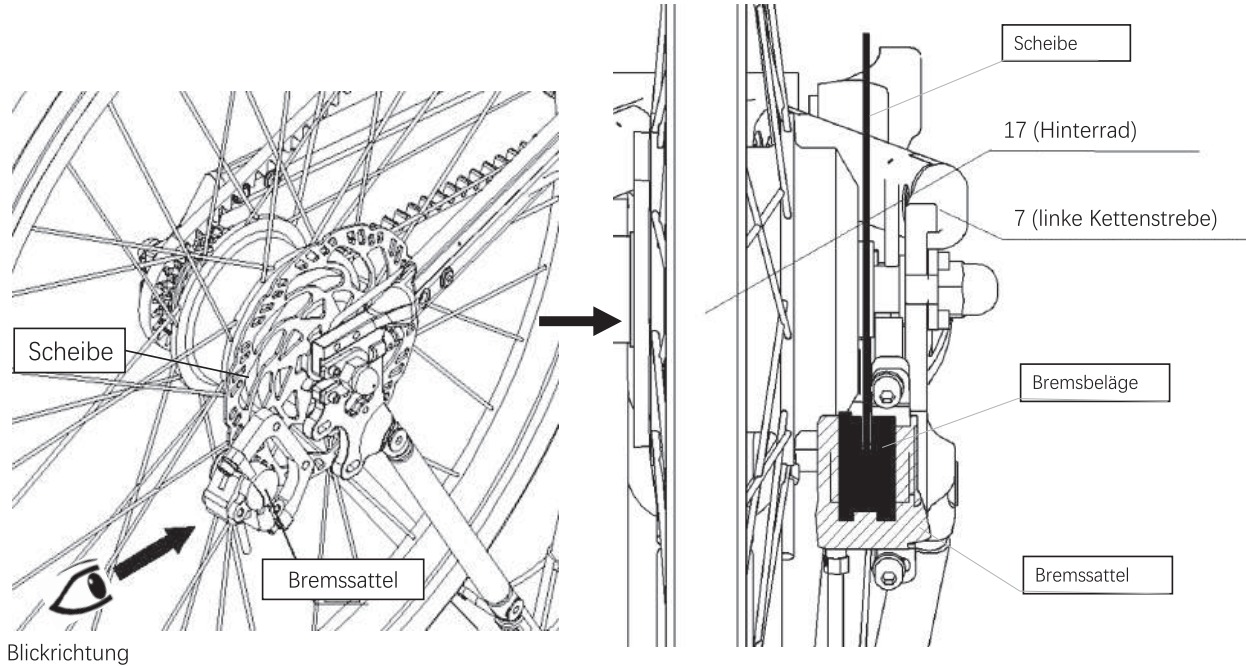

Abb. 39
c. Stellen Sie das Fahrrad so auf, dass Sie es von hinten sehen, und platzieren Sie den Bremssattel so, dass sich die Scheibe zwischen den beiden Bremsbelägen des Bremssattels befindet, wie in Abb. 39 gezeigt.